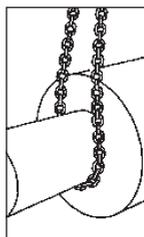

Рис. 7
- в) Использование в качестве венцовой цепи (**рис. 7**).